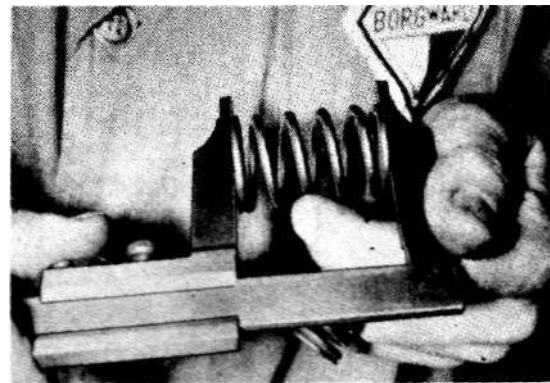

Bild 4-89
3. Ventulfedern auf Wiederverwendbarkeit hin prüfen. Länge der äusseren Feder ungespannt 52 mm, Länge der inneren Feder ungespannt 45 mm. (Bild 4-89) (Schieblehre)